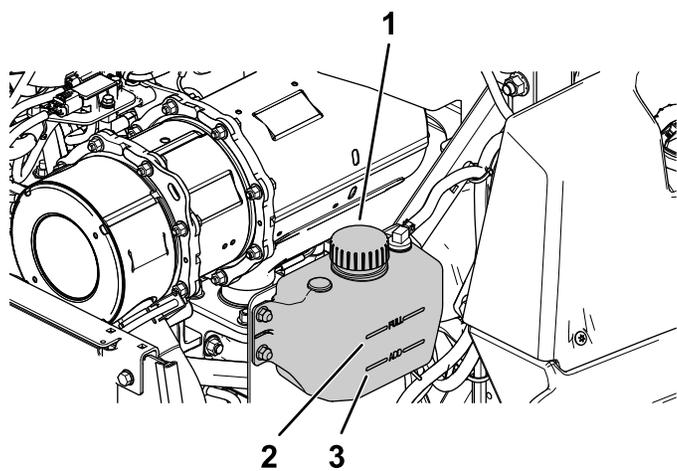

Figura 55
2. Compruebe el nivel de refrigerante en el depósito de expansión (Figura 55).
3. Si el nivel de refrigerante es bajo, retire el tapón del depósito de expansión y añada el refrigerante especificado (Figura 55).